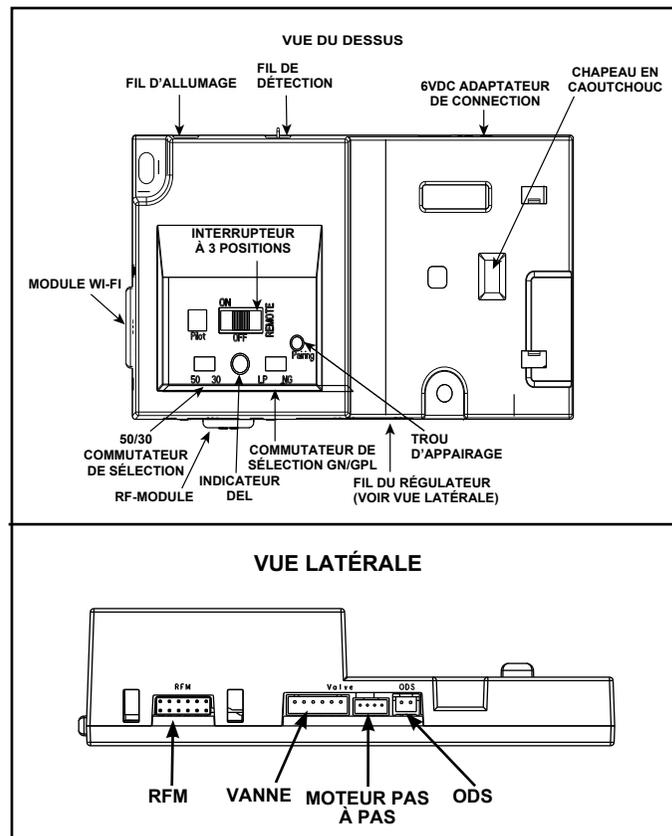

Figure 3.7 IFT-ECM 2.0
1. Le module de commande électronique (IFT2-ECM) est doté d'un sélecteur à trois positions « ON/OFF/REMOTE » (MARCHE/ARRÊT/DISTANT) qui doit être réglé pour un fonctionnement correct. Voir Figure 3.7. Lorsque vous changez la position, il est important de faire une pause de 1 à 2 secondes dans chaque position.